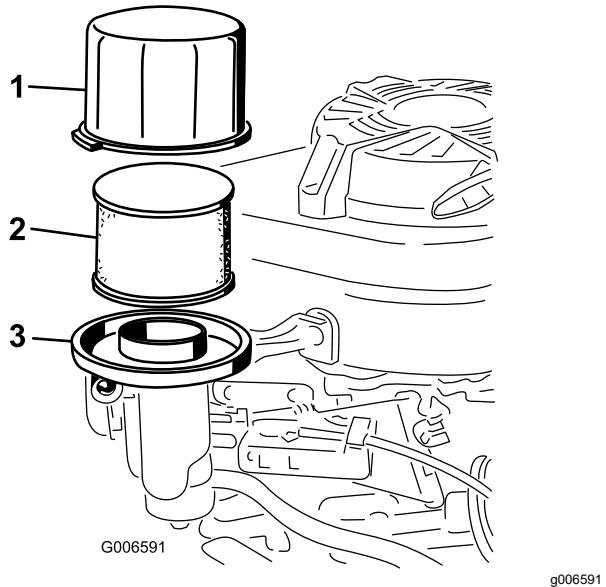

Figura 25
3. Retire cobertura e limpe-a cuidadosamente (Figura 25).
- Retire o pré-filtro de esponja do filtro de papel (Figura 25) e substitua o filtro de papel se estiver excessivamente sujo.